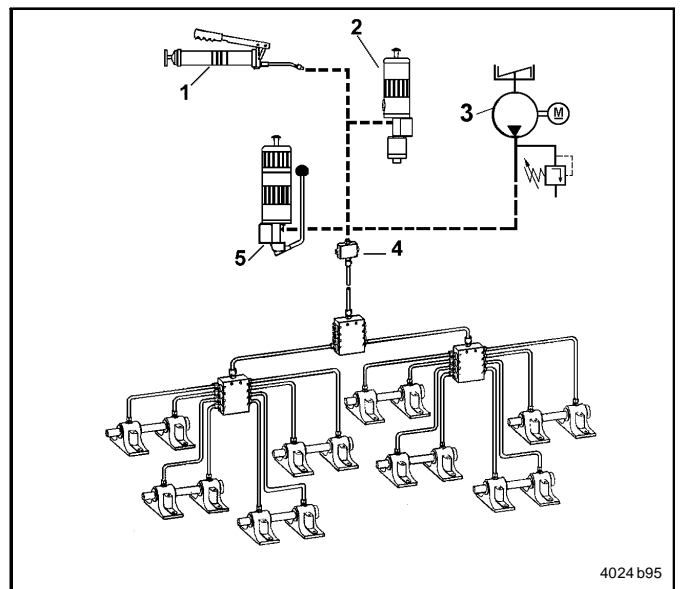

Fig. 13 Posibilidades de conexión de bombas
- En combinación con bombas neumáticas, eléctricas o bombas de mano los distribuidores progresivos forman unos sistemas simples y económicos de lubricación centralizada; véase fig. 13).